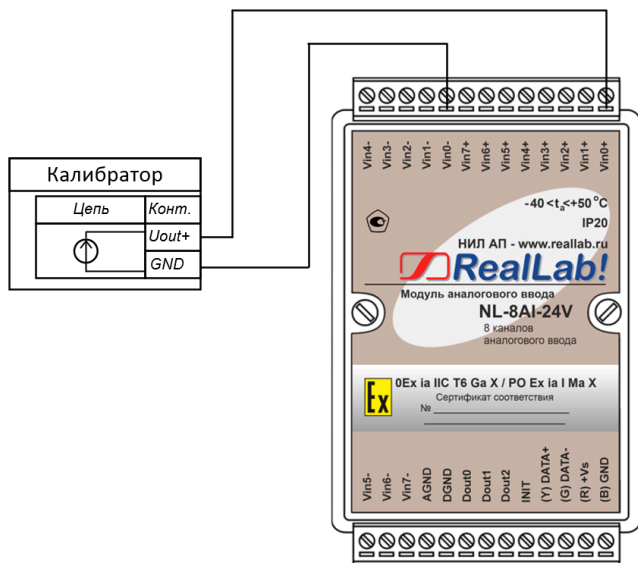
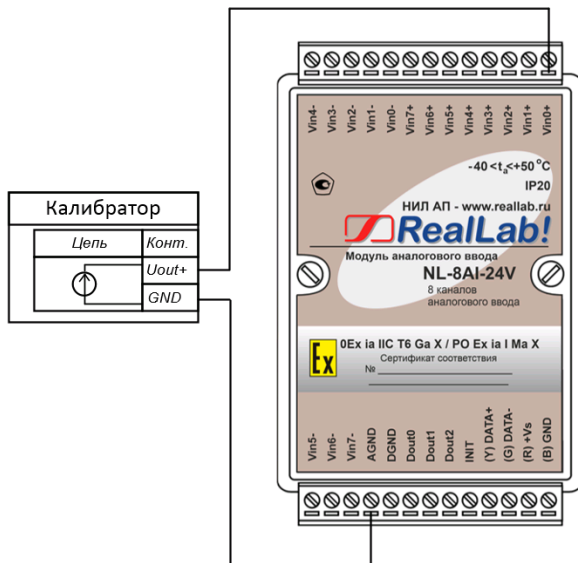

Рис. 5.1. Соединение приборов для юстировки диапазонов напряжений в дифференциальном режиме измерения модуля NL-8AI-24V
Рис. 5.2. Соединение приборов для юстировки диапазонов напряжений в одиночном режиме измерения модуля NL-8AI-24V
- подключить калибратор к нулевому каналу модуля проводом минимальной длины (для дифференциального режима - в соответствии с рис. 5.1, для одиночного режима – в соответствии с рис. 5.2);